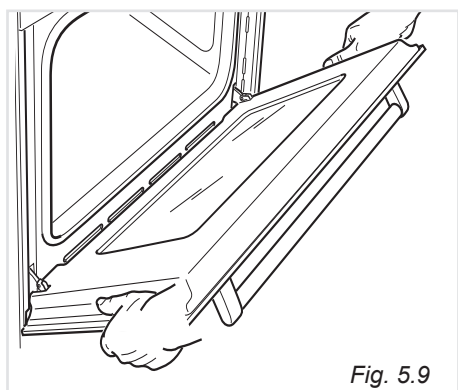

Fig. 5.9
- Impugnare la porta come illustrato in fig. 5.9.